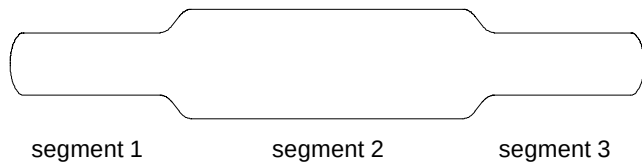
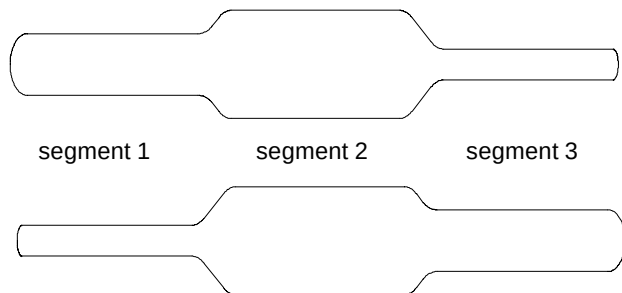

Fig. 18
Fig. 19
Pour définir Kp et Kd, faire sortir du produit et l'examiner pour voir si le cordon formé ou la pression de sortie est uniforme et stable (Fig. 18). Un cordon bien réglé possède des segments égaux et a une apparence lisse. Un cordon uniforme peut être stable (Fig. 18) ou instable (Fig. 20).
Kp affecte l'uniformité du cordon et Kd sa stabilité. Il faut régler Kp en premier, puis Kd. La Fig. 19 montre un cordon disymétrique où il est nécessaire de régler Kp. La Fig. 20 montre des cordons où Kp a été mis au point et où un réglage de Kd est nécessaire.
3. Si les premiers et troisièmes segments sont disymétriques, comme indiqué à la Fig. 19, augmenter Kp de 100 et recontrôler le cordon. Continuer à augmenter Kp par incrément de 100 jusqu'à ce que les largeurs de segment deviennent égales, comme à la Fig. 18, ou jusqu'à ce que vous atteigniez 5000 Kp.
5. Si le cordon reste stable (Fig. 18 ou Fig. 20), passer au point 6.
6. Si la pression de sortie reste stable (Fig. 18 ou Fig. 20), passer au point 7.